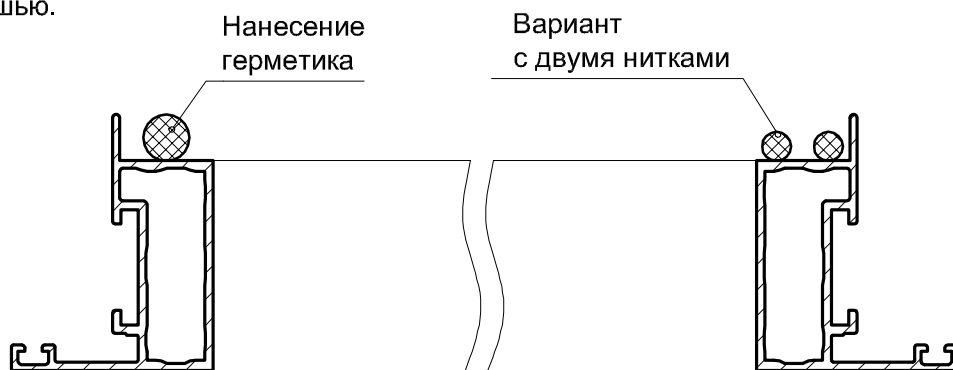

Рис.1
1. Сборку производить на ровном и прочном основании, закрытым картоном. Створку положить горизонтально, пазом для вклейки стекла вверх. Паз тщательно обезжирить (например ацетоном). С помощью монтажного пистолета, в паз по всему контуру створки, нанести в одну нитку силиконовый герметик DC 881. Возможно нанесение двух ниток герметика меньшего диаметра. (Рис. 1). При нанесении герметика лучше нанести больше, чем меньше. Не допускаются пропуски герметика в нитках!